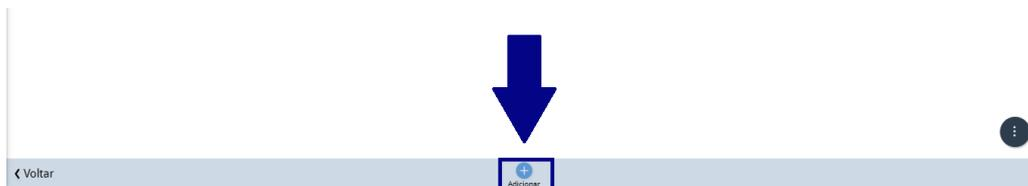

Figura 65: Adicionar
2. Clique em **Adicionar** (Figura 65) no inferior da tela.